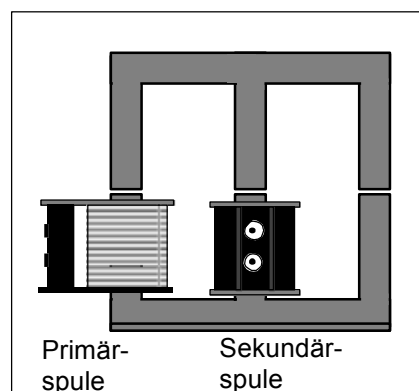

Abb. 1
1. Stecken Sie zwei Spulen wie in Abb. 1 gezeigt auf den E-Kern. Die linke Spule fungiert als Primärspule, die auf dem mittleren Schenkel als Sekundärspule.